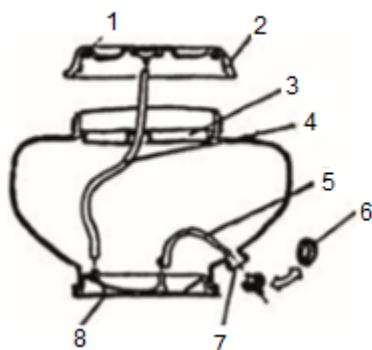

Figura 2
c) **Para sustancias químicas**, afloje la cubierta inferior del tanque y cambie la tapa de presión que está conectada con el tubo de hule (no se olvide de poner el anillo de sellado como se muestra en la figura 3). Para terminar, conecte el tubo de hule como se muestra en la figura 2.